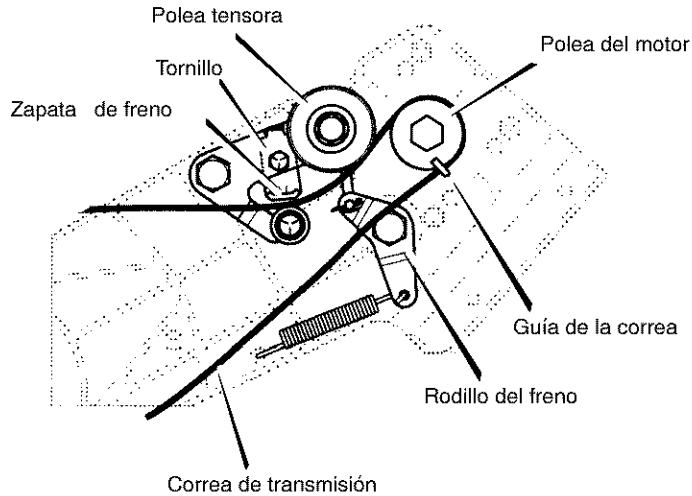

Figura 14
4. Afloje el **tornillo** y la tuerca en el **brazo de la zapata de freno** (Figura 14).